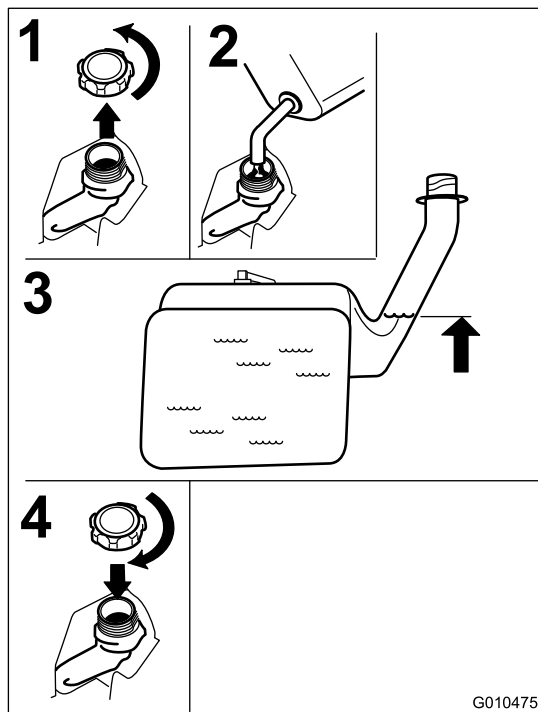

Bild 10
3. Füllen Sie den Kraftstofftank bis zur Unterseite des Einfüllstutzens Bild 10.